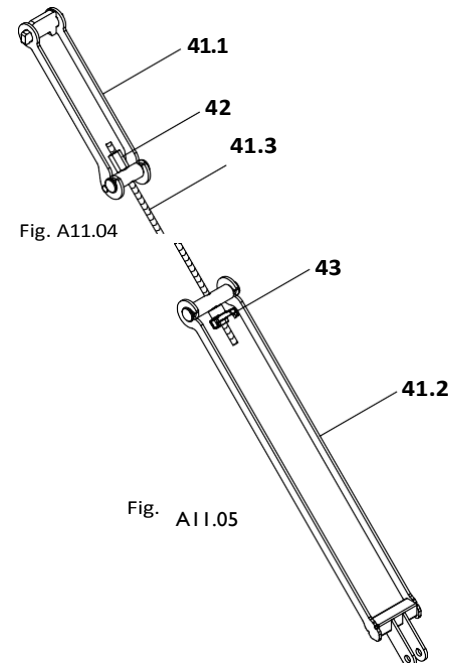

Fig. A11.05
7. Поставете хомута на долната част на обтегача на шпилката, затегнете с крилчатата гайка DW 15 (43) и по този начин закрепете долната част. (Fig. A11.05 + A11.06)